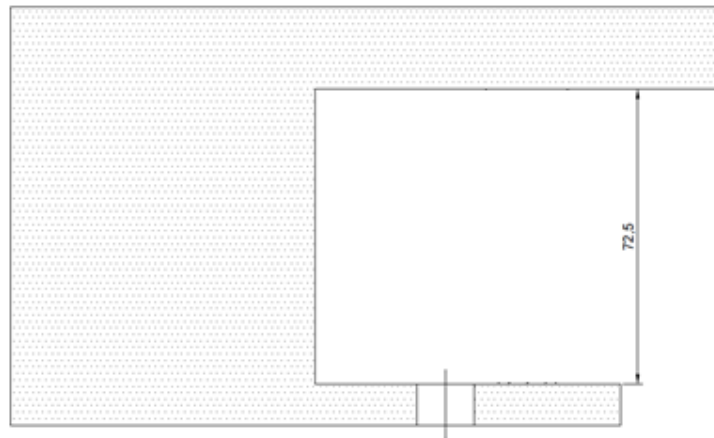

Figure 1 – Exigences relatives au dégagement du trou de montage
- 3.1.5.3 Toute partie de la balise omnidirectionnelle qui surplombe les trous de montage doit avoir un dégagement d'au moins 72,5 mm au-dessus du pied de montage. Se reporter à la Figure 1.